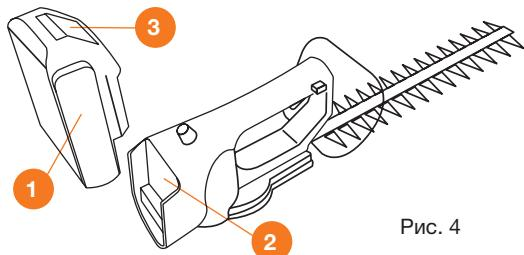

Рис. 4
- Установите аккумуляторную батарею **1** в разъем рукоятки кустореза **2** до щелчка (Рис. 4).